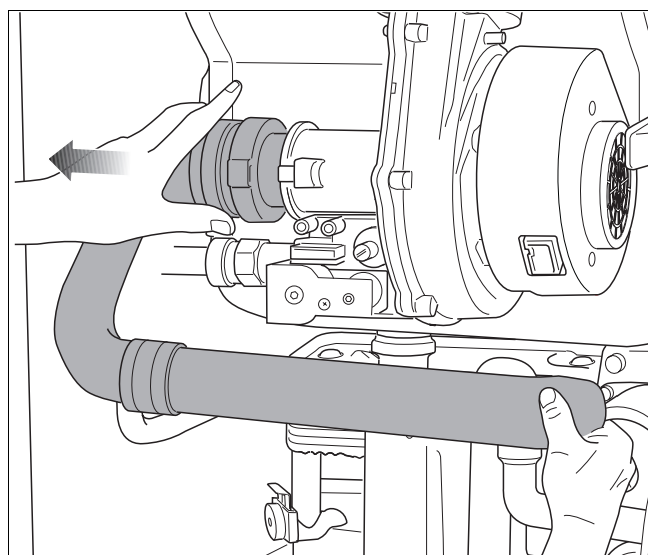

fig. 48 Verwijder de luchtaanzuigbuis van de ventilator
- Verwijder de luchtaanzuigbuis van de ventilator (→ fig. 48).